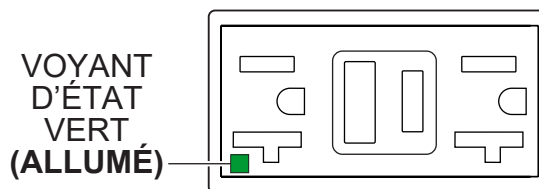

Figure 57. Réceptacle GFCI (ON)
3. Vérifiez que le **voyant d'état** de la prise GFCI (Figure 57) est **ALLUMÉE (VERT)**.